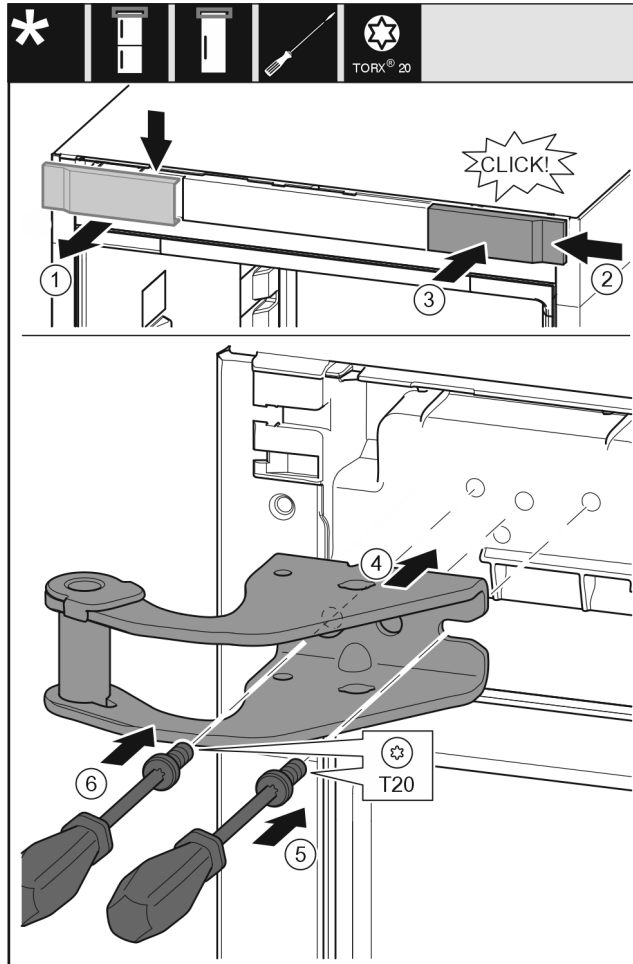

Fig. 15
- ▶ Vegye ki felülről a fedelet Fig. 15 (1) előrefelé.
- ▶ Akassza be a fedelet Fig. 15 (2) 180°-kal elfordítva a másik oldalra jobb felől.
- ▶ Pattintsa be a fedelet Fig. 15 (3).
- ▶ Helyezze fel a felső csapágybakot Fig. 15 (4).
- ▶ Helyezze fel és húzza meg a csavart Fig. 15 (5) csavarhúzóval.
- ▶ Helyezze fel és húzza meg a csavart Fig. 15 (6) csavarhúzóval.